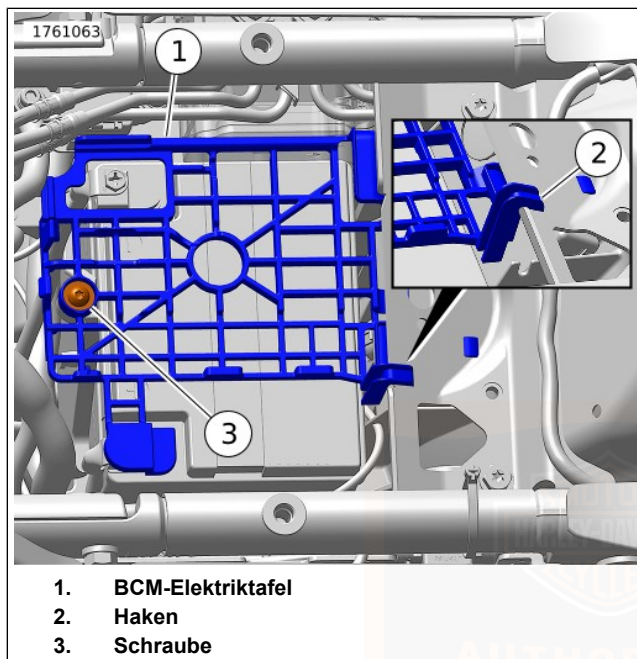

Abbildung 133. Ausbau/Einbau der BCM-Elektriktafel
9. Siehe Abbildung 133. Die Schraube (3) und die BCM-Elektriztafel (1) entfernen.
7. Siehe Abbildung 133. Die BCM-Elektriktafel (1) einbauen. Sicherstellen, dass der Haken (2) oben an der Rahmenlasche einhakt.
8. Die Schraube (3) anbringen. Festziehen.